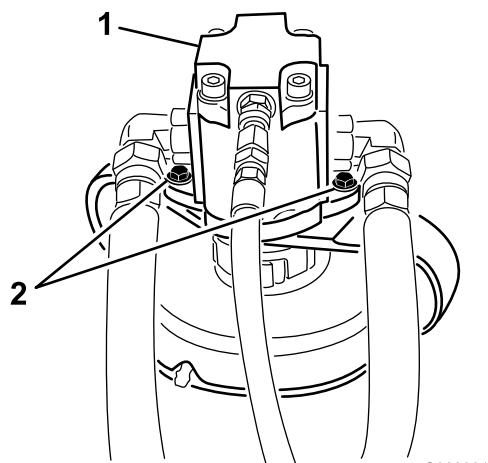

Figura 81
4. Retire los pernos que sujetan el motor hidráulico a la unidad de corte (Figura 81). Retire el motor de la unidad de corte y póngalo encima de la unidad de corte.
2. Retire los pernos que sujetan el motor hidráulico a la unidad de corte (Figura 81). Retire el motor de la unidad de corte y póngalo encima de la unidad de corte.